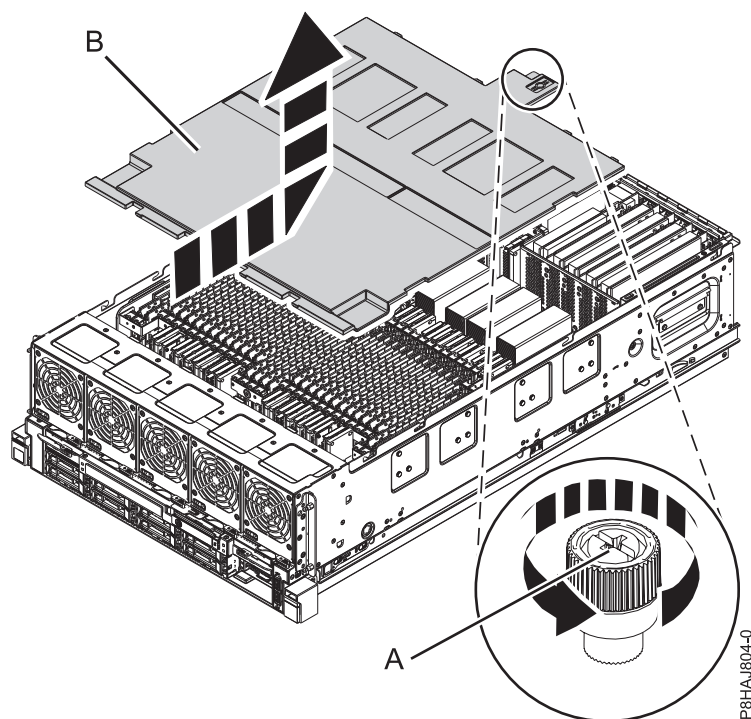

Figura 20. Extracció de la coberta de seguretat
2. Afluïxeu el cargol de mà (A) que hi ha a la part posterior de la coberta fent-lo girar en la direcció que es mostra a la Figura 20 a la pàgina 49.
3. Desplaceu la coberta de seguretat (B) cap a la part posterior del sistema. Quan la part frontal de la coberta deixi al descobert la lleixa del marc superior, aixiqueu la coberta fins treure-la del sistema.